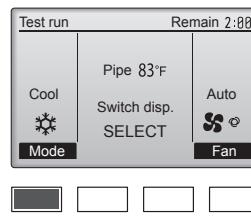

Fig. 7-5
- ① Appuyez sur le bouton **F1** pour changer de mode de fonctionnement dans l'ordre "Cool" (Froid) et "Heat" (Chaud). (Fig. 7-5)
- ② Appuyez sur la touche [SELECT/HOLD] pour ouvrir l'écran de réglage des volets.